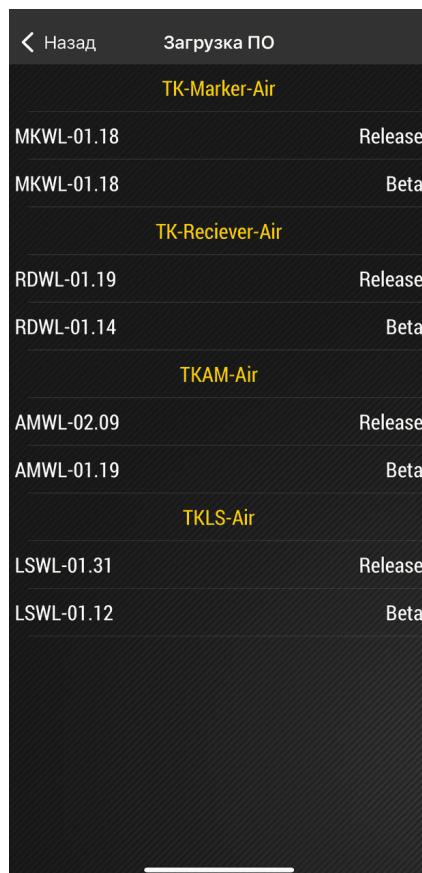

Рис.41. Меню «Загрузка ПО»
3. После этого произойдет загрузка всех доступных прошивок (**Рис.41**).